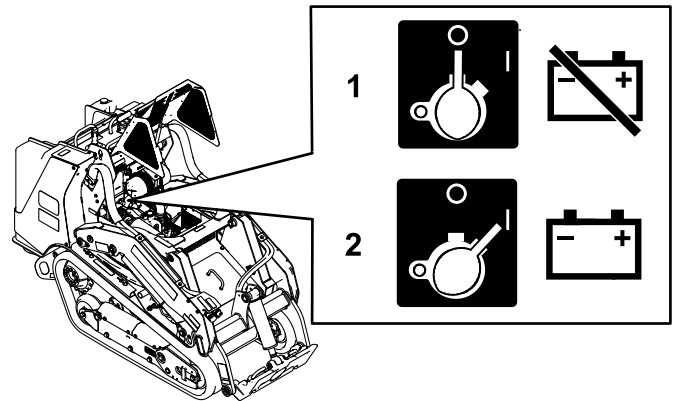

Bild 52
- Drehen Sie den Trennschalter der Batterie nach rechts in die EIN-Stellung, um die Maschine mit Strom zu versorgen (Bild 52).
- Drehen Sie den Trennschalter der Batterie nach links in die AUS-Stellung, um die Stromzufuhr zur Maschine zu unterbrechen (Bild 52).